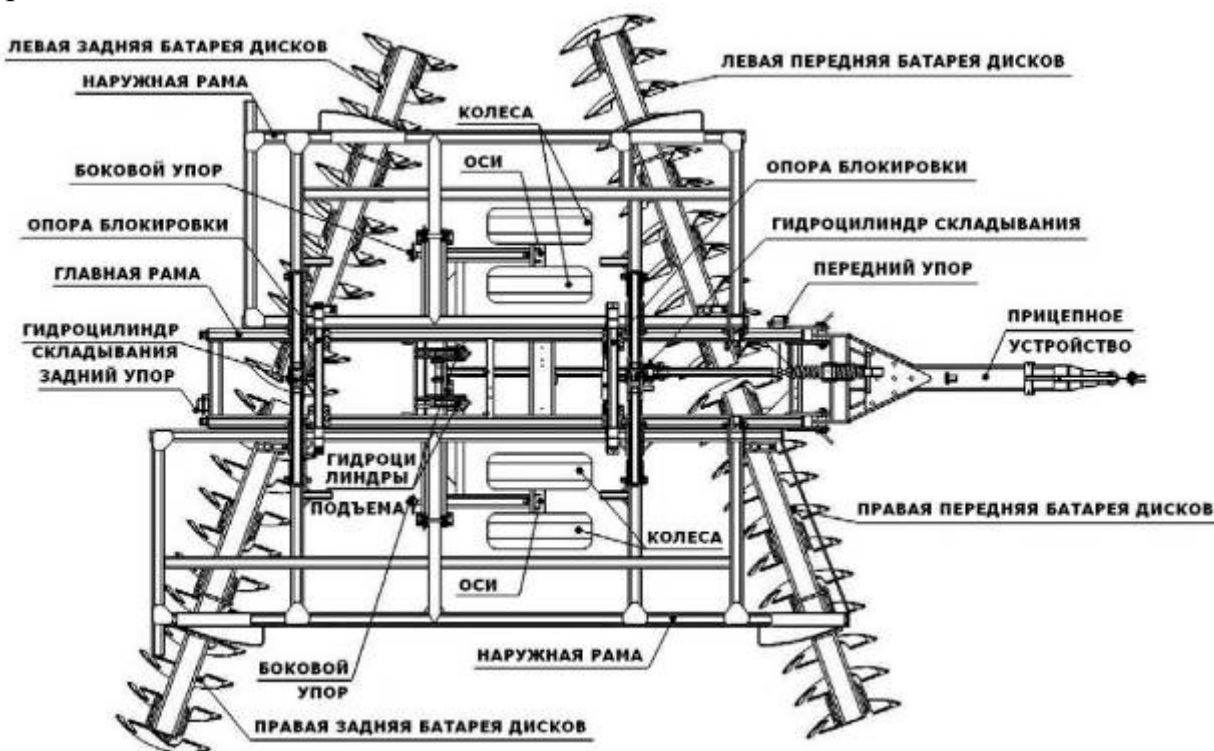

Рисунок 1.
- Смонтировать 2 оси и колеса на раму (рис. 1).
- Смонтировать 4 батареи дисков (рис. 1). Чистики должны быть расположены сзади батареи дисков, когда она в рабочем положении. (передние батареи имеют большее количество опорных подшипников).